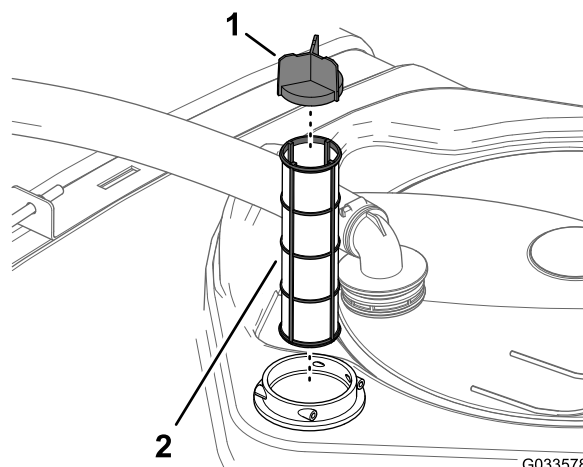

**Figure 104**
2. Au sommet de la cuve du pulvérisateur, retirez l'étrier de fixation qui fixe le raccord de flexible sur le grand flexible du logement du filtre (Figure 104).
3. Retirez le flexible et le raccord du logement du filtre (Figure 104).